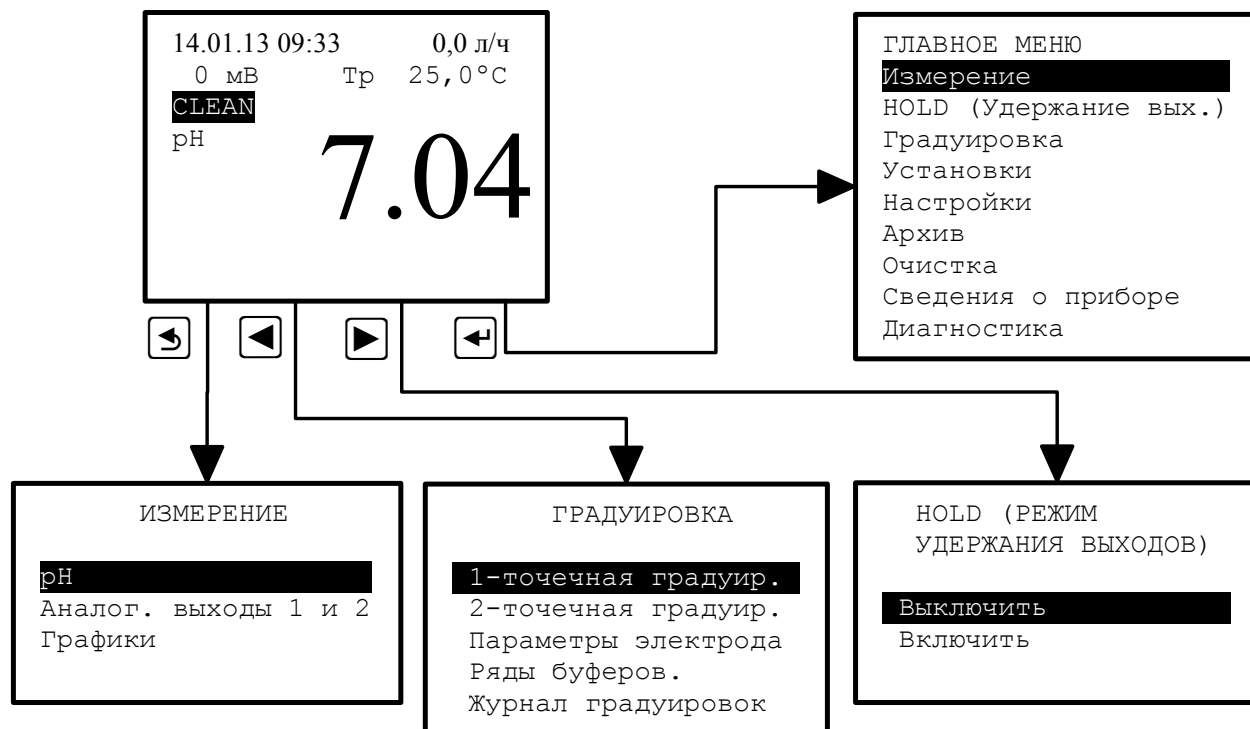

Рисунок 3 - Режим измерения
3.3.1.4 При помощи «горячих» кнопок из режима измерения можно перейти к некоторым режимам и меню рН-метра без перехода через «ГЛАВНОЕ МЕНЮ» (Рисунок 3).
3.3.2.2 Режим «HOLD» включается и выключается вручную. Войти в режим «HOLD», находясь в режиме измерения, можно при помощи «горячей» кнопки  (Рисунок 3):
- в режиме измерения нажать «горячую» кнопку  (смотри Рисунок 3);
3.3.4.1 Чтобы войти в меню «УСТАНОВКИ» из режима измерения, надо сначала войти в Главное меню. Вход в «ГЛАВНОЕ МЕНЮ» производится при нажатии кнопки  (смотри Рисунок 3).